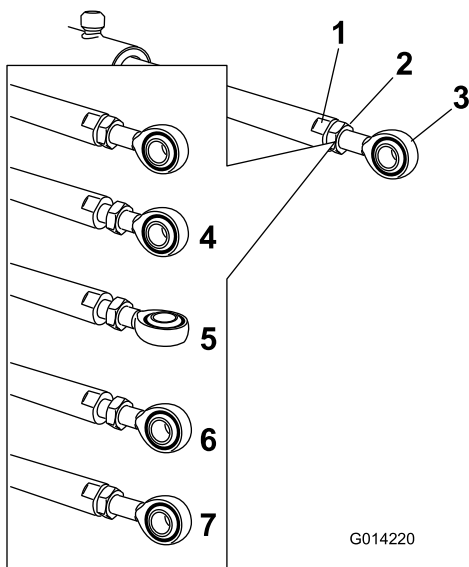

Figura 104
5. Utilizzate una chiave sui lati piatti dell'asta dell'attuatore per immobilizzarla, poi allentate il controdado per consentire la regolazione dell'asta dell'occhiello (Figura 104).
- Girate l'asta dell'occhiello nell'asta dell'attuatore per accorciare o allungare l'attuatore esteso nella posizione desiderata (Figura 104).